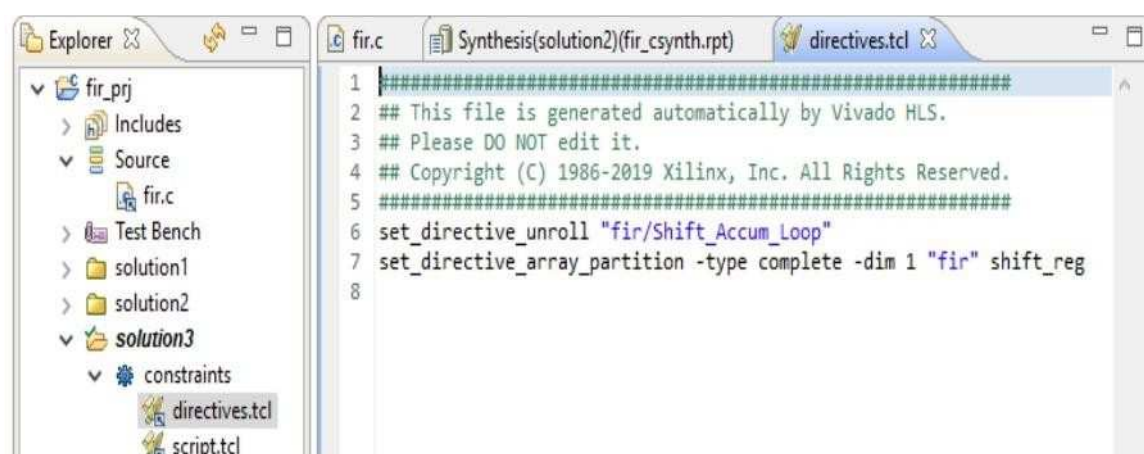

图 2-29: 解决方案 3 指令。tcl 文件
11. 在“资源管理器 (Explorer)”窗格中展开“**Constraint**”文件夹, 如图 2-29 所示。